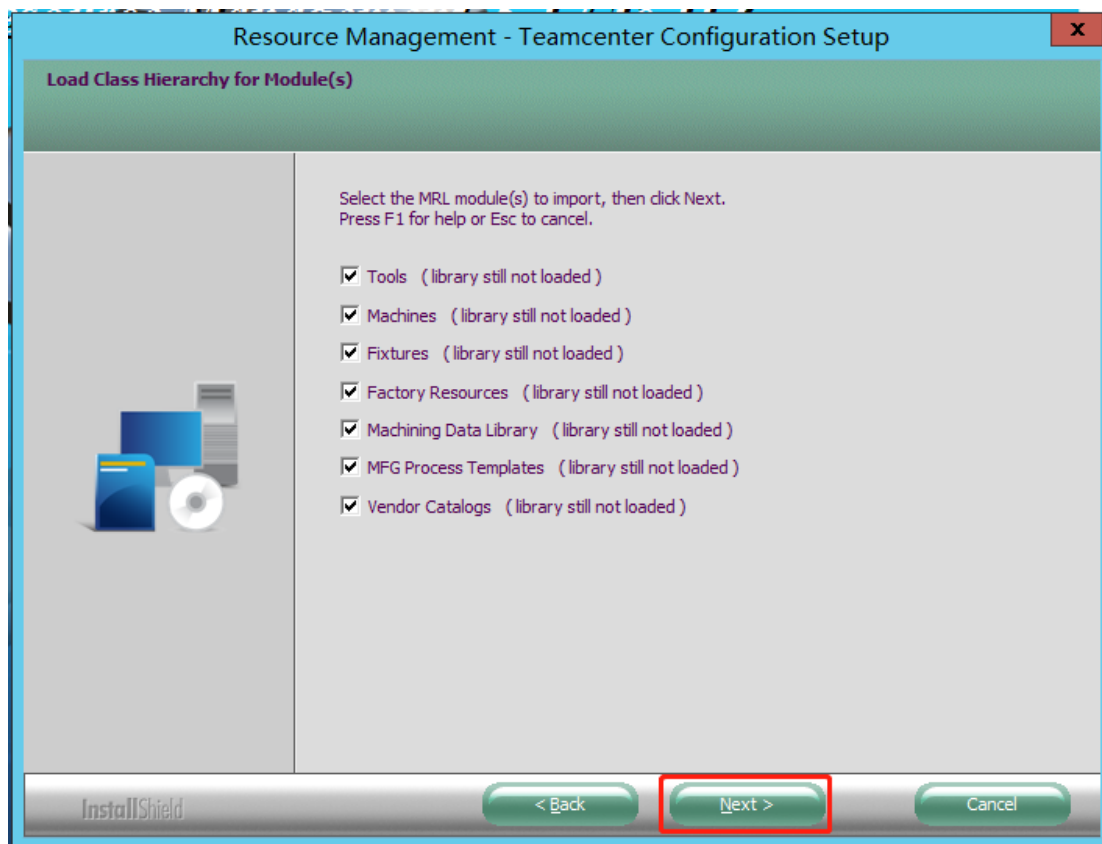

图 9
9. 按配置需求勾选即可，点击 Next 进入下一步（如图 9）：